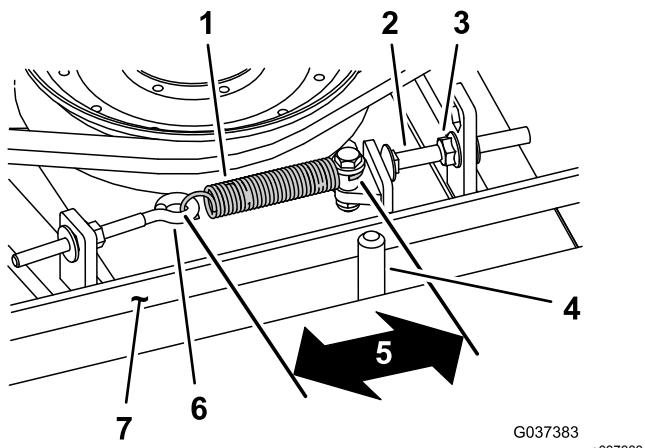

Bild 101
Bei richtiger Spannung sollte die Messung innen an der Verlängerungsfeder (Haken zu Haken) ungefähr $8,3 \text{ cm} \pm 9,5 \text{ cm}$ betragen. Wenn die Federspannung richtig ist, stellen Sie die Anschlagschraube (Schlossschraube) ein, bis der Abstand zwischen dem Schraubenkopf und dem Spannarm ungefähr 2-55 mm beträgt (Bild 101).
Hinweis: Achten Sie darauf, dass der Riemen auf der Federseite der Riemenführung positioniert ist (Bild 101).
2. Lockern Sie den Augenbolzen (Bild 101).
3. Lösen Sie die Bundmutter, mit der die Anschlagschraube an der Befestigungsnase befestigt ist, und schieben Sie die Spannscheibe vom Riemen weg (Bild 101).
9. Setzen Sie die Verlängerungsfeder (Bild 101) wieder in den Augenbolzen ein und spannen Sie den Riemen wie folgt: